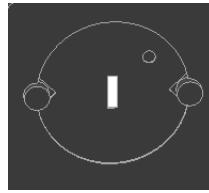

图 6.1.3.2
4.若氘灯光斑中心与狭缝中心存在微小差距，通过螺丝 D4（图 6.1.3.1 中箭头 D4 位置）的 3 个螺丝调节，先拧松螺丝 D4（注意：无需拧下螺丝），旋转整体灯室，将氘灯光斑中心对准狭缝中心，再拧紧螺丝。